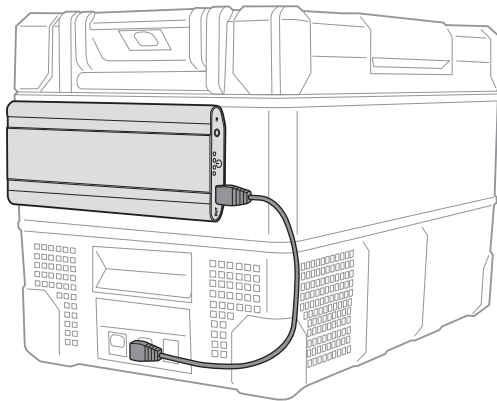

Abb. 4
- ▶ Das BatteryPack auf einer Metalloberfläche am Truma Cooler anbringen (Abb. 4).
- ▶ Das Anschlusskabel (Abb. 1-6) jeweils in den Anschluss für den Truma Cooler (Abb. 2-1) des BatteryPack und in einen der beiden DC-Stromeingänge des Truma Cooler einstecken (Abb. 4).